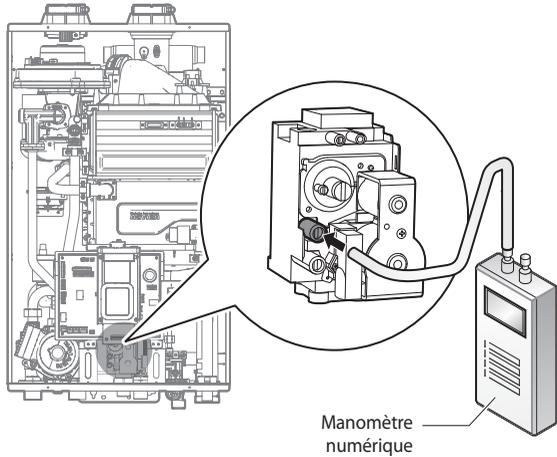

Figure 9. Connexion d'un manomètre numérique
- a. Ouvrez la lumière de refoulement en desserrant la vis de deux tours comme illustré à la figure 9.